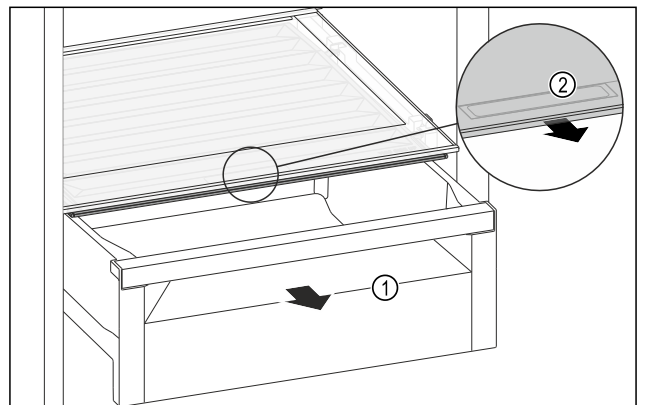

Fig. 145
- Izvucite ladicu Fig. 145 (1).
- Primite ručku Fig. 145 (2) na poklopcu pretinca i istodobno povucite poklopac pretinca prema naprijed.